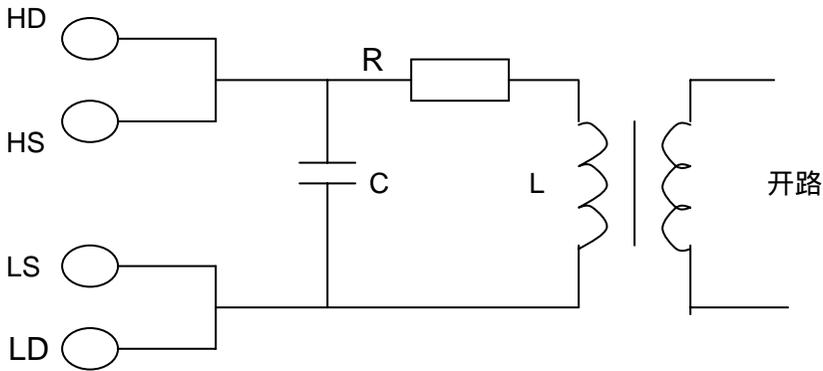
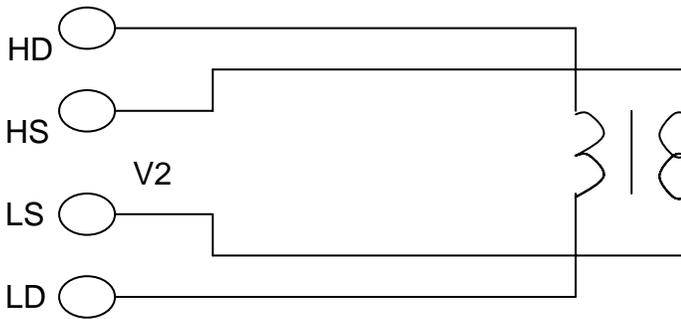

图 3-6 初、次级电感测量
图 3-10 次级电压测量
**初、次级电感量的测量。**使用图 3-6 的方法,可直接测量初级电感量 (L1) 和次级电感量 (L2),注意测量时应使其他绕组开路,测量结果包括电容 C 的影响。
**匝比的测量：**TH2817 不能直接进行匝比的测量，需通过两步方可得到匝比，测量时将仪器显示状态设定为“V/I”，使显示器显示电压和电流值，首先按图 3-6 测量初级电压，记录下显示器 A 的电压读数  $V_1$ ，然后 HD 与 LD 不动，将 HS 和 LS 接至次级，见图 3-10，记录下此时显示器 A 的读数  $V_2$ ，根据  $N = V_1/V_2$ ，即可计算出匝比  $N$ 。